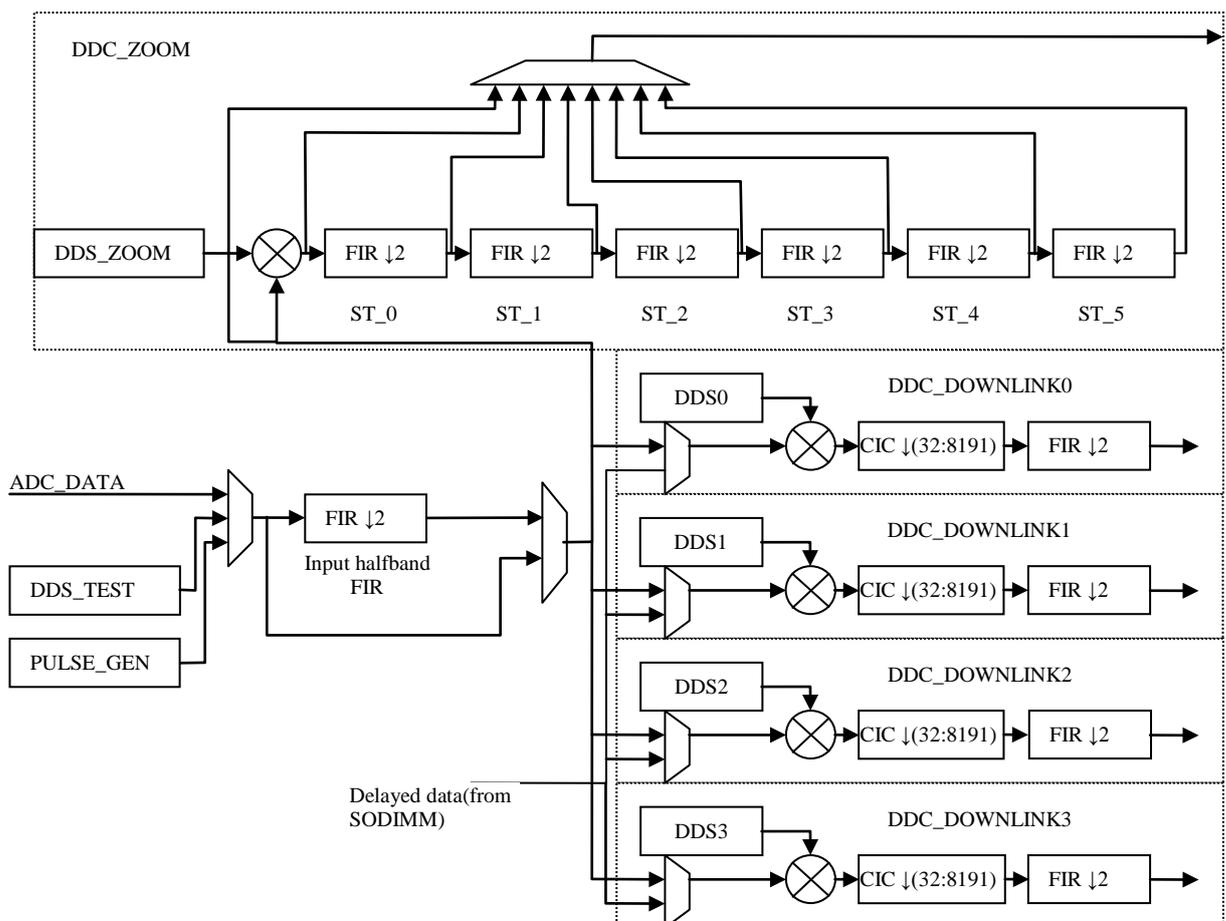

Рисунок 2 Структурная схема ЦОС устройства
- децимация полосы входного сигнала в диапазоне $1 \dots 1/64$ от исходной (DDC_ZOOM на рис.2);
- 4 независимых дополнительных канала данных для узкополосных сигналов с переносом спектра и децимацией в диапазоне $1/64 \dots 1/16382$ от исходной (DDC_DOWNLINK на рис.2);